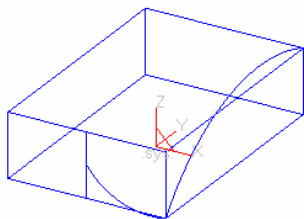

图 6-41 修剪圆
8) 选择下拉菜单“造型”→“曲线编辑”→“曲线裁剪”命令, 或者单击“线面编辑栏”工具栏上的“曲线裁剪”按钮 , 在立即菜单中选择快速裁剪和正常裁剪, 拾取被裁剪线 (选取被裁掉的段), 快速修剪圆, 如图 6-41 所示。